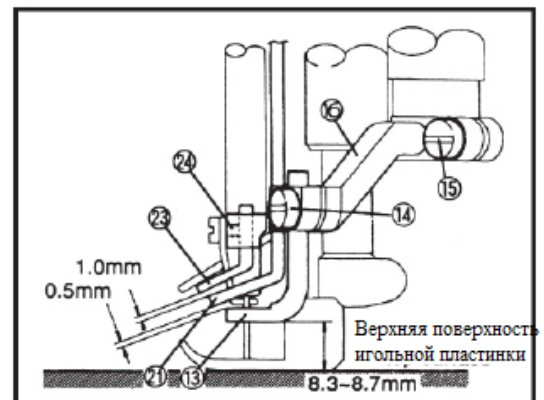

Рис. 36
1. Обеспечьте зазор 0,5 мм между нижней поверхностью направляющей покрывной нити (21) и верхней поверхностью распределителя (13). В положении, в котором нить плавно захватывается, когда распределитель смещается в крайнее правое положение, затяните винт (22) (Рис. 36)
Установите отверстие серьги верхней покрывной нити на линии продолжении прорези направляющей верхней покрывной нити, затем затяните винт 24 (см. Рис.36)